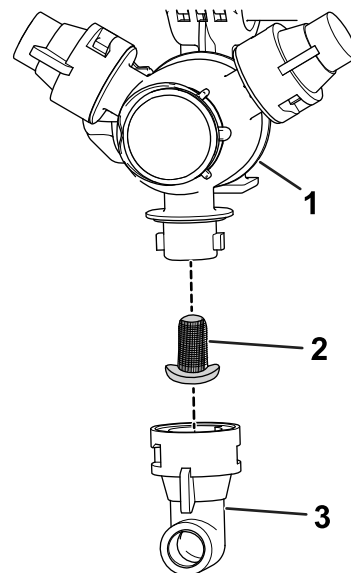

Figure 80
2. Déposez la buse de la tourelle de pulvérisation (Figure 80).
3. Déposez le filtre de buse (Figure 80).
- Montez le filtre de buse (Figure 80).
- Montez la buse sur la tourelle de pulvérisation (Figure 80).